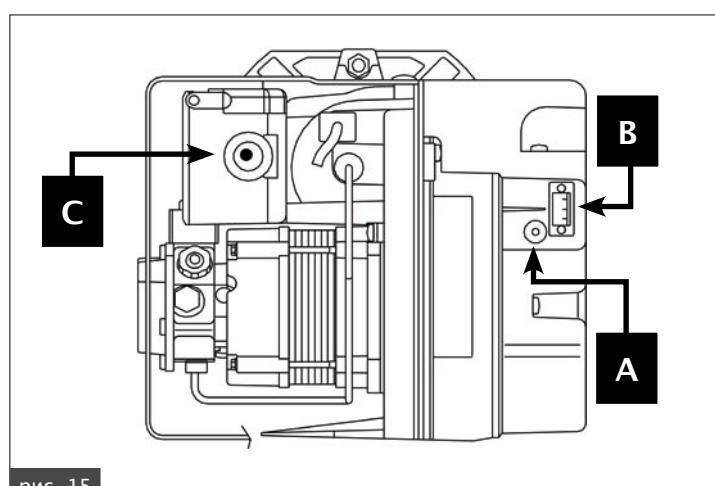

рис. 15
Воздух для горения может быть отрегулирован с помощью винта с головкой под торцевой ключ "A" (рис. 15): регулировка показывается на градуированной шкале "B".
- * снять электроды, открутив винт "A" (рис. 15)
В случае блокировки включается световой индикатор 7 на панели управления (рис. 1) и загорается красная подсветка, кнопка сброса горелки "С" (рис. 15), которую следует нажать для снятия блокировки.